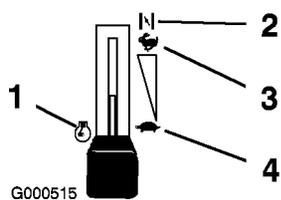

Figura 8
3. Prima di avviare il motore a freddo spostate la leva dell'acceleratore in posizione Starter (Figura 8).
5. Quando il motore è acceso, muovete la leva dell'acceleratore in posizione Fast (Figura 8). Se il motore stalla o esita, riportate la leva dell'acceleratore in posizione Starter per qualche secondo, portate quindi la leva dell'acceleratore nella posizione desiderata. All'occorrenza, ripetete il procedimento.
1. Portate la leva dell'acceleratore in posizione Fast (Figura 8).